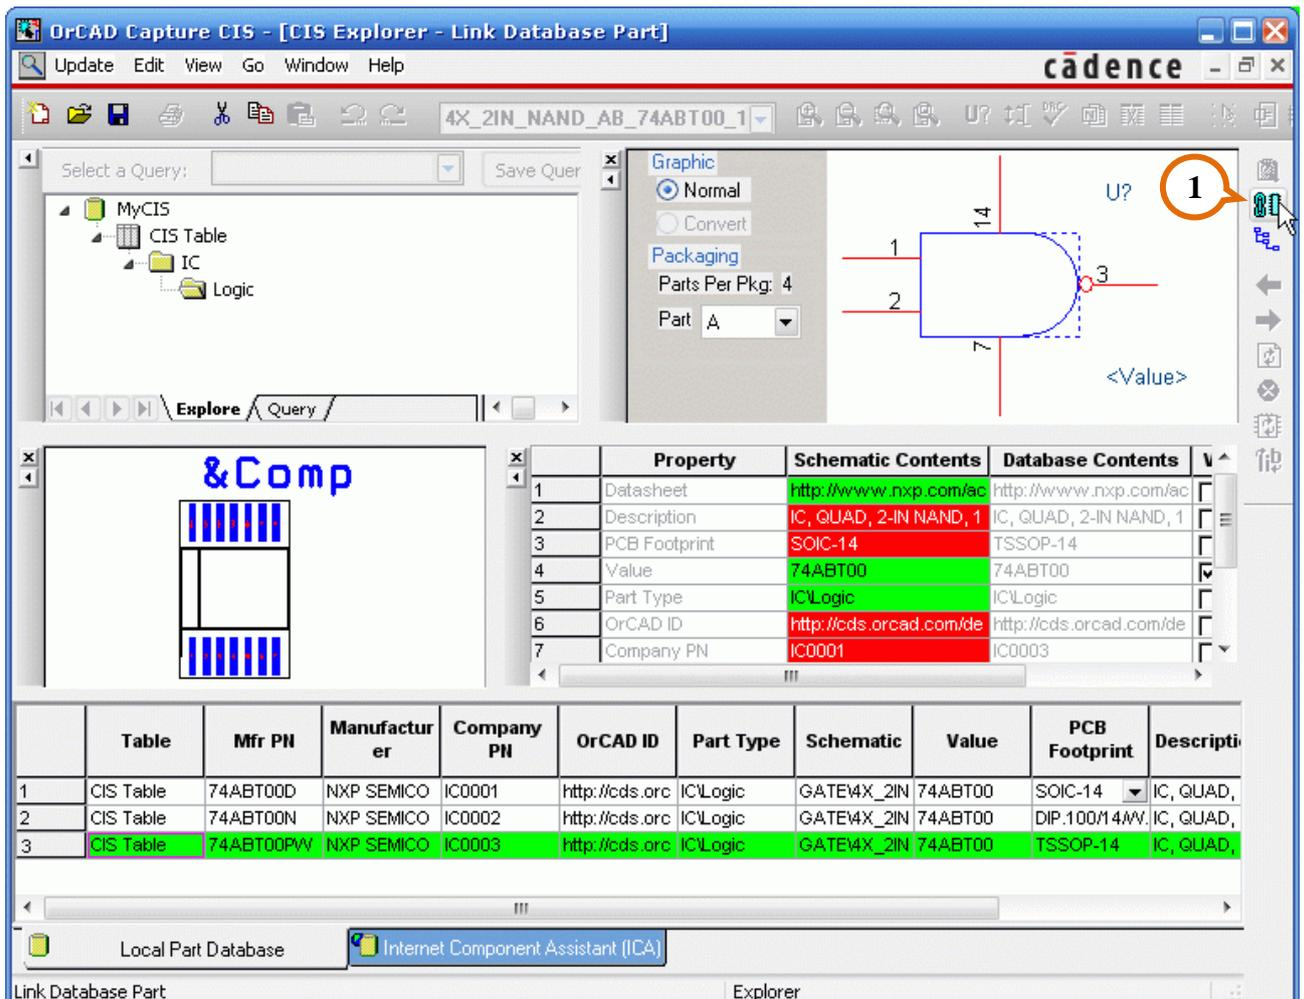

рис. 11-53
Теперь найдите нужную микросхему в корпусе TSSOP (рис. 11-53). Обратите внимание, что properties, отличные от текущих, выделены красным.
Произведите замену, щёлкнув по кнопке <Link Database Part> (рис. 11-53, ①).